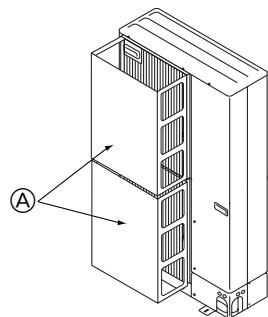

Fig. 2-15
- ① Installieren Sie eine als Sonderzubehör erhältliche Luftauslassführung, wenn die Anlage an einem Aufstellungsort installiert ist, an dem die Gefahr besteht, dass starker Wind direkt in die Luftaustrittsöffnung bläst. (Fig. 2-15)